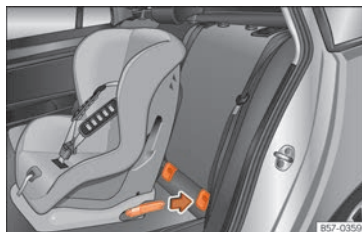

Fig. 27 Bancos traseiros: colocação da cadeira de criança com sistema ISOFIX.
• Engate a cadeira de criança nas argolas de retenção «ISOFIX/iSize» até se ouvir o seu encaixe » » Fig. 27. Se a cadeira de criança dispuser de fixação Top Tether, encaixe-a no respetivo anel » » Página 40. Siga as instruções do fabricante da cadeira de criança.